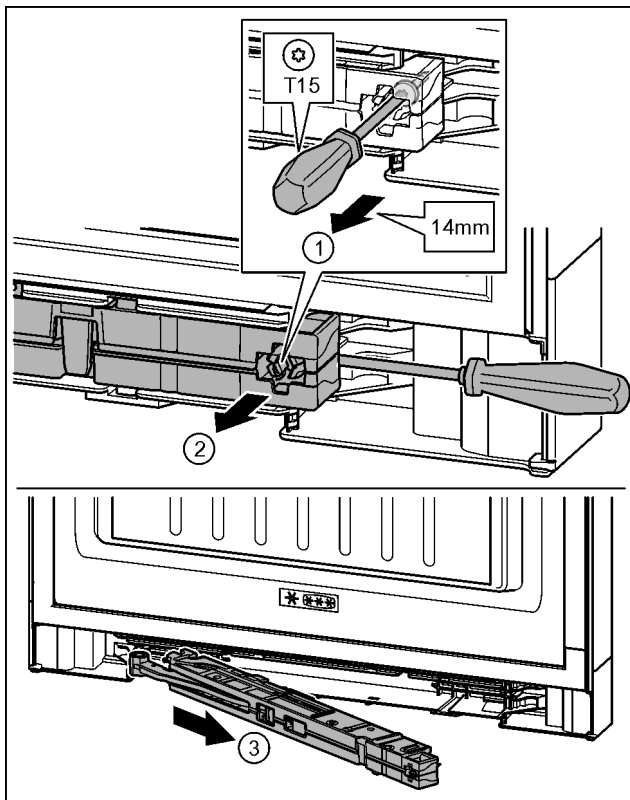

Fig. 17
- ▶ Skrutku na tlmíči uzatvárania uvoľnite skrutkovačom T15 o cca 14 mm. Fig. 17 (1)
- ▶ Skrutkovač zasuňte na strane držadla za jednotku tlmíča uzatvárania. Jednotku otočte dopredu. Fig. 17 (2)
- ▶ Jednotku vytiahnite. Fig. 17 (3)